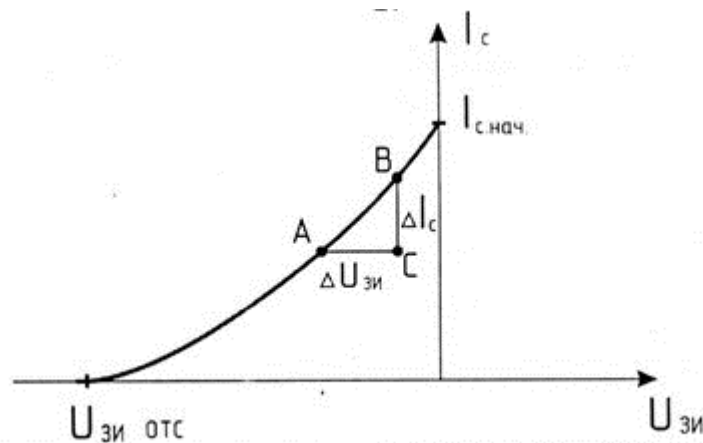

Рис. 3.8. Стоко-затворная характеристика n -канального полевого транзистора с p - n -переходом
График стоко-затворной характеристики n-канального полевого транзистора с р-п-переходом (рис.3.8) поможет уяснить его отличие от n-канального МОП-транзистора. МОП-транзистор не проводит ток, пока потенциал затвора не станет положительным по отношению к истоку ($U_{зи} > 0$). Наоборот, ток стока полевого транзистора с р-п-переходом будет равен максимальному при потенциале затвора равном потенциалу истока ($U_{зи} = 0$). Этот ток называется начальным током стока $I_{с\text{ нач}}$. Для получения нулевого тока стока затвор должен иметь обратное смещение, которое называется напряжением отсечки $U_{зи.отс}$ на практике зафиксировать величину напряжения $U_{зи.отс}$ очень трудно, поэтому за напряжение отсечки принимает величину напряжения затвора-исток при котором ток с тока достигает заданного низкого значения.
- Выполните на стоко-затворной характеристике необходимые построения для определения крутизны характеристики при изменении напряжения $U_{зи}$ от 0В до -0,5В (см. рис.3.8.). Рассчитайте значения крутизны, используя выражения (3,1) и занесите результат в табл. 3.3.